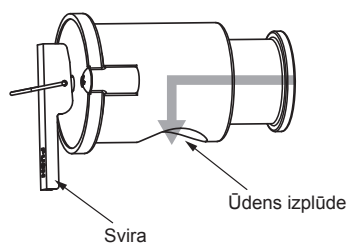

Fig. 4-2
4.4. Detaļas, kas regulāri jāpārbauda (Fig. 4-2)